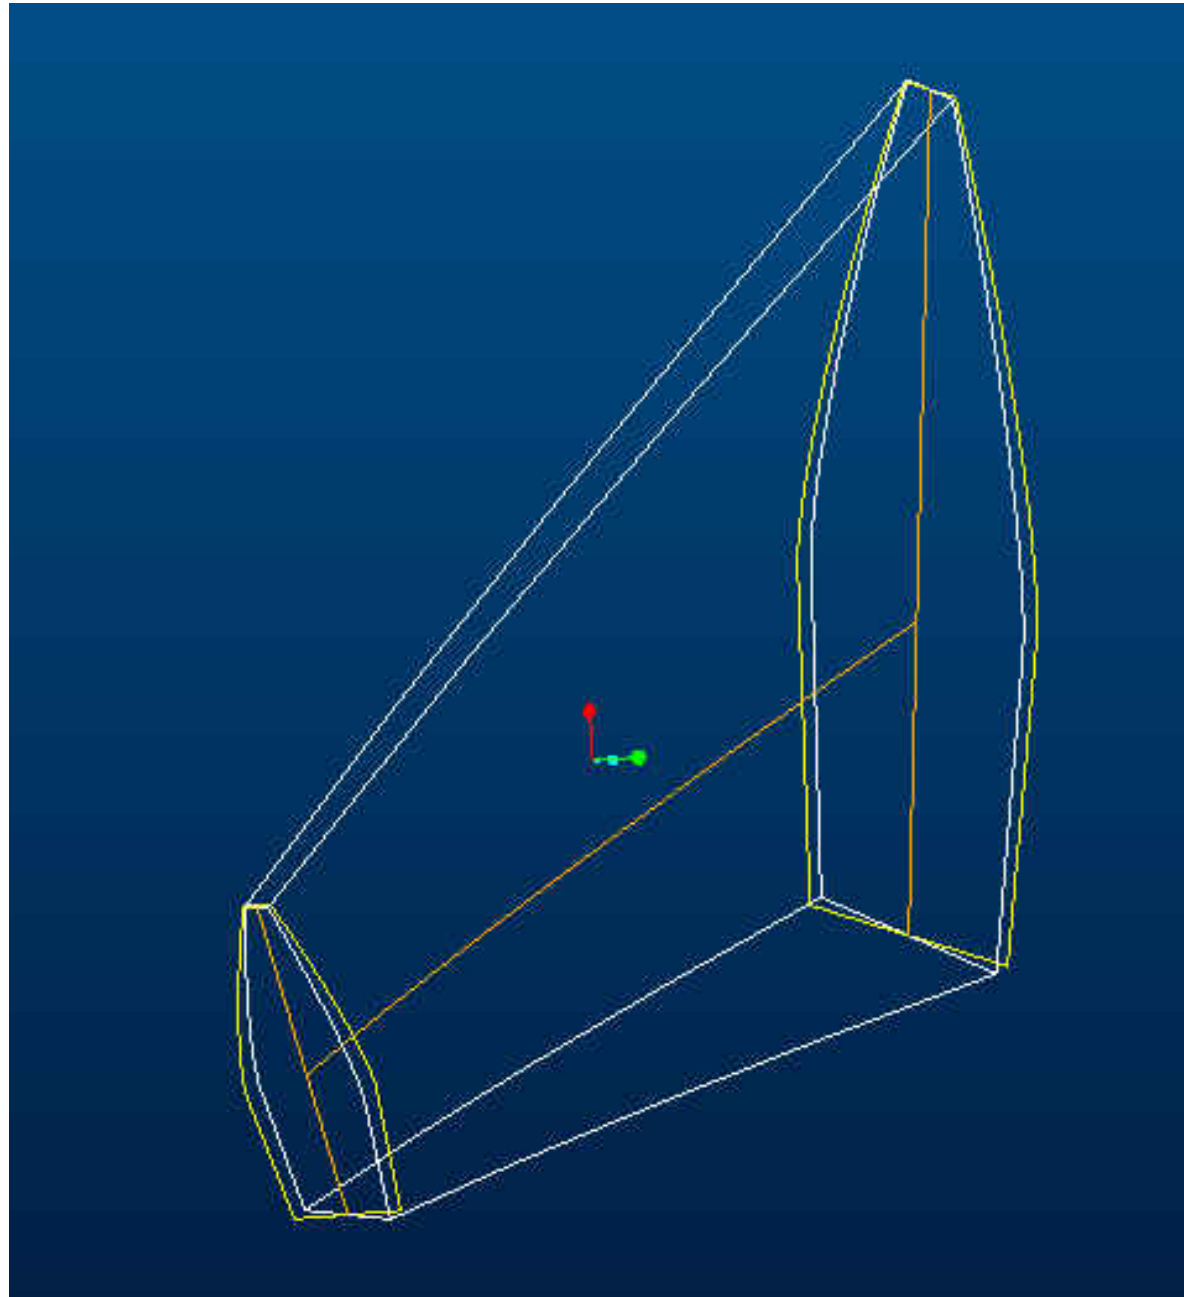

Abbildung 17
12. Erzeugen Sie einen Volumenkörper: Zug-Verbundkoerper, Drehrichtung, Skizzierte Schnitte (Abbildung 17). Dafuer waehlen Sie folgende Pro/ENGINEER Kommandos: **Konstruktions Element, Erzeugen, Volumenkoerper, Koerper, Spezial, Fertig, Gezog Verbund, Fertig, SenkrZuUrsprLtkrv, Fertig, Leitkurve ausw**, Selektieren Sie die Kurve erzeugt ueber Formel (hier ID 39). Keine weitere Kurven werden ausgewählt, **Automatisch, In Ordnung**, Drehwinkel fuer den Schnitt 1 mit 0.0 bestaetigen. Zeichnen Sie jetzt Schnitt1 in dem Sie die Vorhandene Geometrie von der Evolventen Flaechen 1 (hier ID =570) mit **Nutze Kante, Schleife** kopieren. Nehmen Sie genau zur Kenntnis, wo der Startpunkt der Skizze definiert ist. Beenden Sie den ersten Schnitt durch Selektion des Schnitt fertig Icons. Waehlen Sie dann **Automatisch, Fertig**, bestaetigen Sie wieder die 0.0. Definieren Sie Schnitt 2 indem Sie die Vorhandene Geometrie von der Evolventen Flaechen 1 (hier ID =80) mit **Nutze Kante, Schleife** kopieren. Nehmen Sie
genau zur Kenntnis, wo der Start Punkt der Skitzze definiert ist. Verwenden Sie auch keine Tangentialitaet und VebundStern Optionen. Das Ergebnis sehen Sie in Abbildung 17: